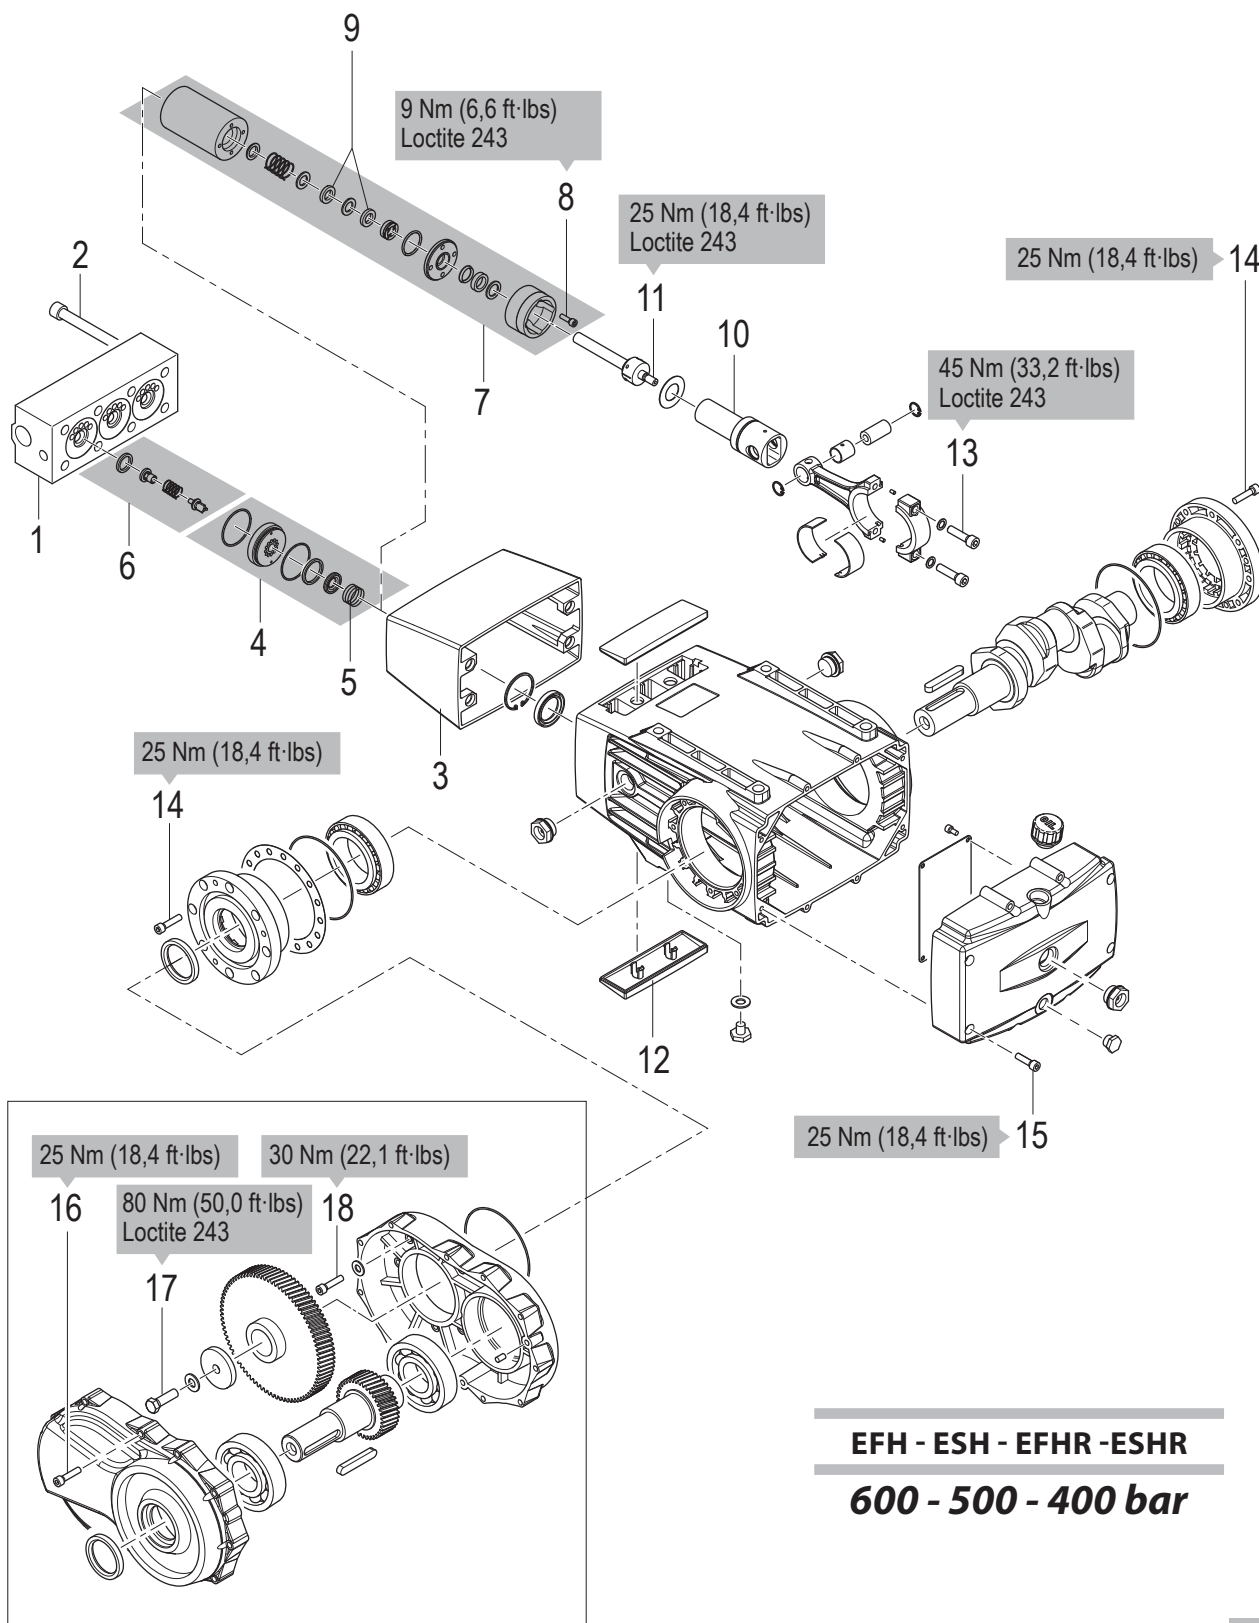

Fig. 8
- En cas de peinture de l'extérieur de la pompe, protéger la prise de mouvement (déflecteur d'huile compris) et les trous de sortie de l'eau, situés sur le petit couvercle (12) positionné sur le carter (voir figures 8 et 9).
Pour la numérotation des pièces, faire référence à l'éclaté de la Fig. 8 et 9.
Tous les serrages indiqués sur les figures 8 et 9 doivent être effectués avec une clé dynamométrique spécifique.